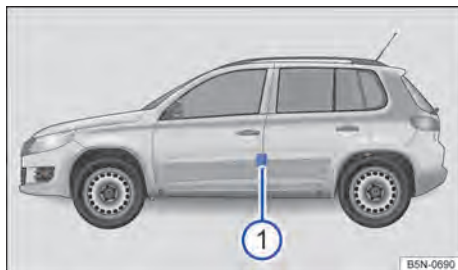

Fig. 205 Na coluna do condutor: etiqueta com as pressões dos pneus (1) (alternativa ao lado interno da portinhola do tanque).
- (A) Pressão dos pneus para os pneus do eixo dianteiro.
- (B) Pressão dos pneus para os pneus do eixo traseiro.
- (1) Pressão dos pneus no carregamento parcial.
- (2) Dependendo do veículo: pressão dos pneus de conforto no carregamento parcial.
- (3) Pressão dos pneus no carregamento total.
- (4) Pressão dos pneus para a roda sobressalente ou para a roda de emergência.
A etiqueta com as pressões dos pneus fornece a pressão dos pneus correta para os pneus montados de fábrica. As indicações valem para os pneus de verão, do ano todo e de inverno. A etiqueta com as pressões dos pneus está na coluna da porta do condutor ⇒ Fig. 205 (1) ou na parte interna da portinhola do tanque.